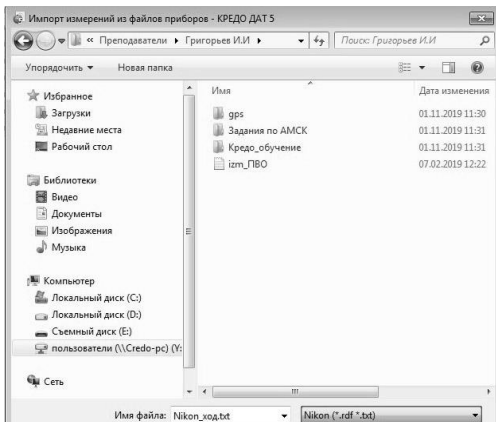

Рис. 9 Импорт измерений
- В окне **Импорт измерений из файлов приборов** (рис. 9) в выпадающем списке **Тип файлов** выберите формат **Nikon (*.rdf *.txt)**.